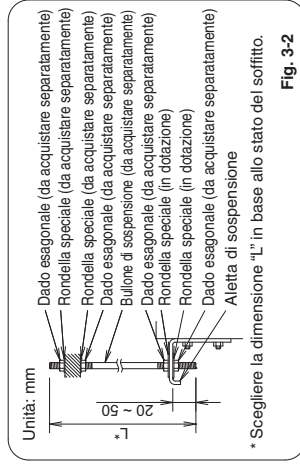

Fig. 3-2
- (3) Sospendere e fissare l'unità interna usando 2 dadi esagonali (da acquistare separatamente) e le rondelle speciali (in dotazione con l'unità), come illustrato nella Fig. 3-2.